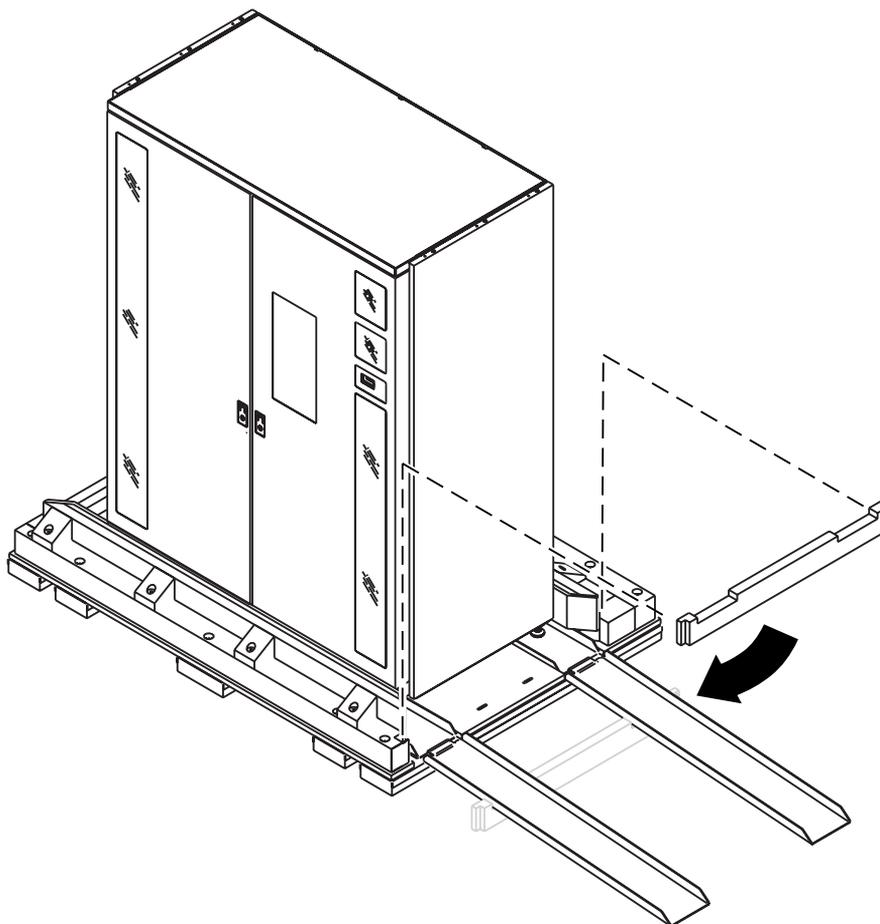

Figura 4-12: Mover la barra de madera
6. Mueva la barra de madera (consulte la Figura 4-12):